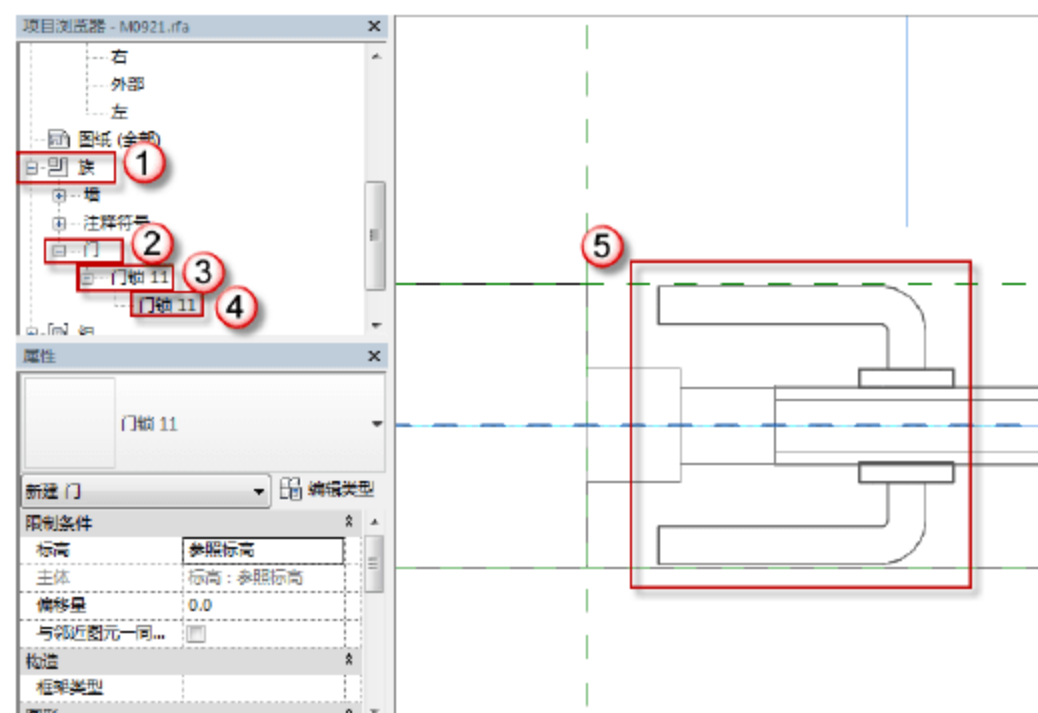
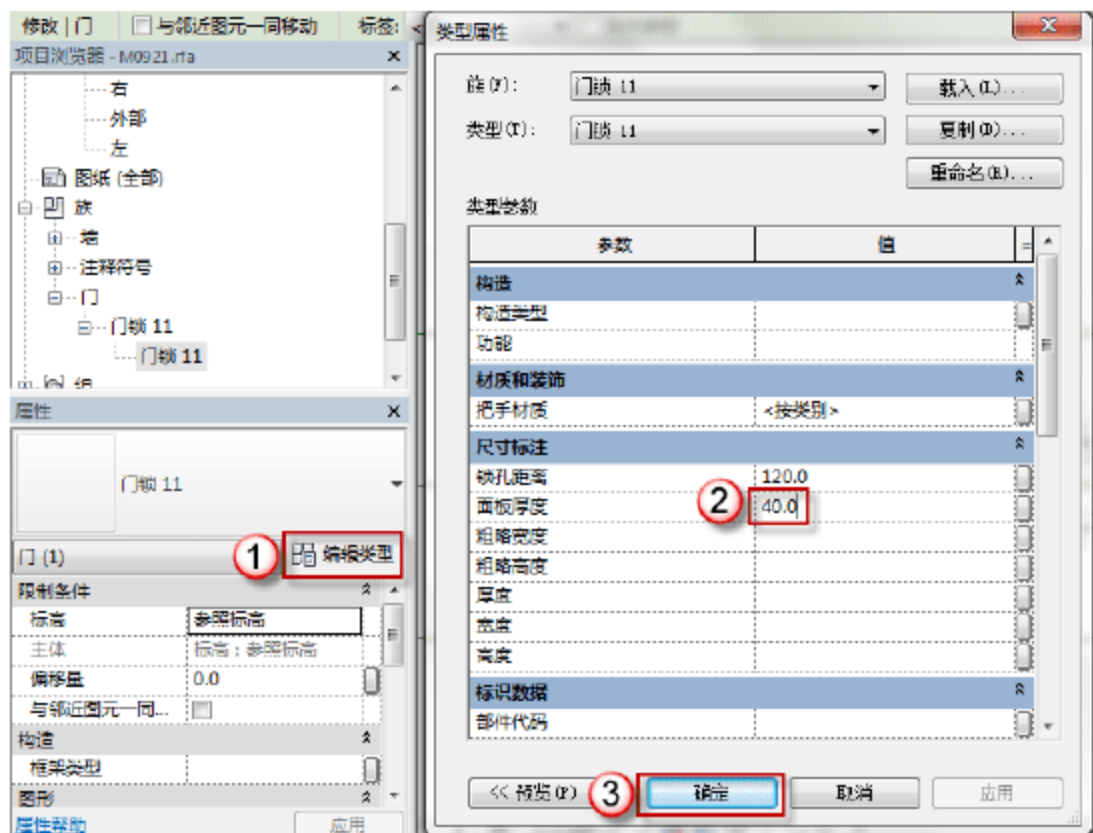

图 6.1.71 绘制门锁
图 6.1.72 修改“门锁 11”的面板厚度
(25) 绘制门锁。选择“项目浏览器”中的“族”→“门”→“门锁 11”选项，单击门锁 11 并将其拖动至绘图区域，如图 6.1.71 所示位置，按“Esc”取消插入族命令。单击“属性”面板中的“编辑类型”按钮，弹出“属性类型”对话框，在“尺寸标注”栏的“面板厚度”中输入“40”字样，单击“确定”按钮，如图 6.1.72 所示。